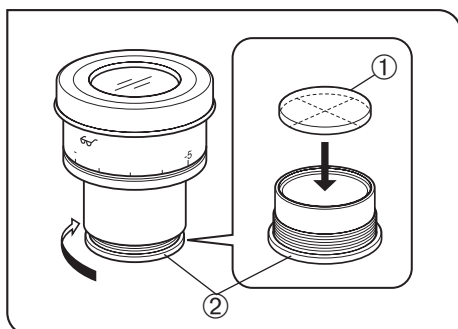

Рис. 36
3 Установка микрометрического диска в окуляр (Рис. 36)
Используйте микрометрический диск диаметром 24 мм и толщиной 1,5 мм. В соответствии с рис. 36, повернув встроенную обойму микрометра ② в направлении стрелки, снимите ее с окуляра и поместите микрометрический диск ① в обойму так, чтобы поверхность с маркой модели была обращена вниз.